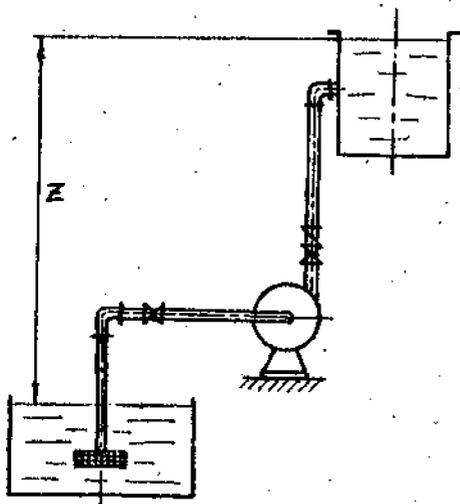

Рис. 7.
3. Построить характеристику сети, состоящей из одного насоса и трубопровода, диаметром d , длиной L и определить необходимую мощность на валу насоса при подаче воды на высоту Z . Местные сопротивления учесть эквивалентной длиной $l_{\text{экв}} = 30$ м. Коэффициент сопротивления трения по длине трубопровода $\lambda = 0,020$ /рис.7/.